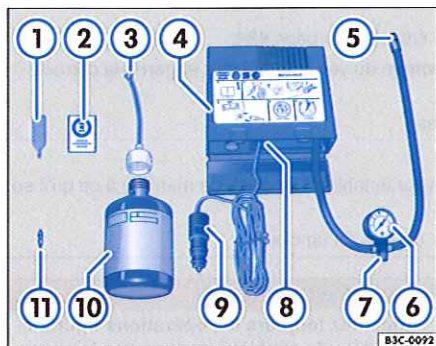

Fig. 266 Schéma de principe : composition du kit de crevaison.
Le kit de crevaison peut se trouver à différents endroits du véhicule, par ex. dans un des rangements latéraux du coffre à bagages ou sous le plancher de coffre à bagages. Il se compose des éléments suivants ⇒ fig. 266 :
12. Collez l'autocollant $\Rightarrow$ fig. 266  du kit de crevaison sur le tableau de bord, de manière à ce qu'il se trouve dans le champ de vision du conducteur.
- Dévissez l'obus de valve de la valve du pneu à l'aide de l'extracteur d'obus $\Rightarrow$ fig. 266  et placez-le sur un support propre.
- Secouez plusieurs fois énergiquement la bouteille de produit de colmatage des pneus $\Rightarrow$ fig. 266 .
- Vissez fermement le flexible de remplissage $\Rightarrow$ fig. 266  sur la bouteille de produit de colmatage des pneus dans le sens des aiguilles d'une montre. Le film situé sur le bouchon est alors automatiquement percé.
- Retirez le bouchon du flexible de remplissage $\Rightarrow$ fig. 266  et enfoncez l'extrémité libre sur la valve.
- Revissez l'obus de valve dans la valve du pneu à l'aide de l'extracteur d'obus $\Rightarrow$ fig. 266 .
- Vissez fermement le flexible de gonflage du pneu ⇒ **fig. 266 ⑤** du compresseur d'air sur la valve du pneu.
- Veillez à ce que la vis de décharge de pression d'air ⇒ **fig. 266 ⑦** soit fermée.
- Branchez la fiche électrique ⇒ **fig. 266 ⑨** dans une prise de courant 12 volts du véhicule ⇒ page 204.
- Mettez en marche le compresseur d'air à l'aide de l'interrupteur MARCHE/ARRÊT ⇒ **fig. 266 ⑧**.
- Faites fonctionner le compresseur d'air jusqu'à l'obtention d'une pression de 2,0 à 2,5 bars (29 – 36 psi / 200 – 250 kPa) ⇒ **▲**. **Durée maximale de fonctionnement : 8 minutes** ⇒ **①**.
Raccordez le flexible de gonflage du pneu ⇒ **fig. 266 ⑤** et consultez la pression indiquée sur le système de contrôle de l'état des pneus ⇒ **fig. 266 ⑥**.